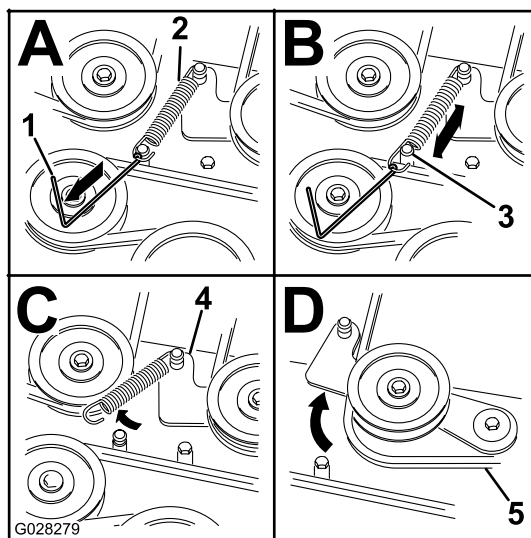

Figura 93
5. Quite la tensión del muelle de la polea tensora tensada con muelle. Consulte Figura 93 o Figura 94.
Nota: Para carcasas de corte Serie 1500 y 2000, use la herramienta para retirar muelles (Pieza Toro N° 92-5771) para quitar el muelle del espárrago de la carcasa de corte (Figura 93).